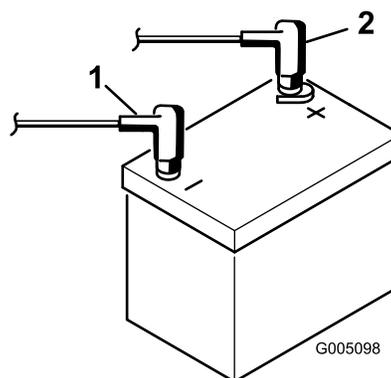

Figura 8
- Instale o cabo positivo (vermelho) no terminal positivo (+) e o cabo negativo (preto) no terminal negativo (-) da bateria e fixe-os com os parafusos e as porcas (Figura 8). Coloque a protecção de borracha sobre o terminal positivo para evitar um curto-circuito.